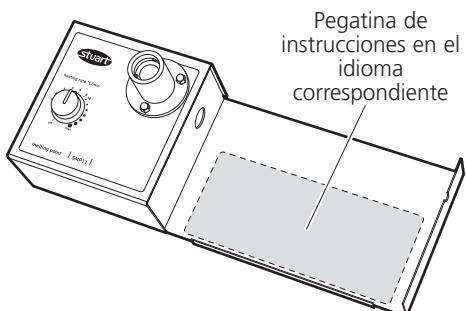

Fig 2
2. (Primera vez sólo) Despues de desembalarlo, escoger la pegatina de las instrucciones autoadhesivas de su idioma, y pegarla en el lugar apropiado (ver fig 2). Aplicar la pegatina con cuidado de no dejar ninguna burbuja en la superficie, utilizando si es preciso un objeto plano como alisador.